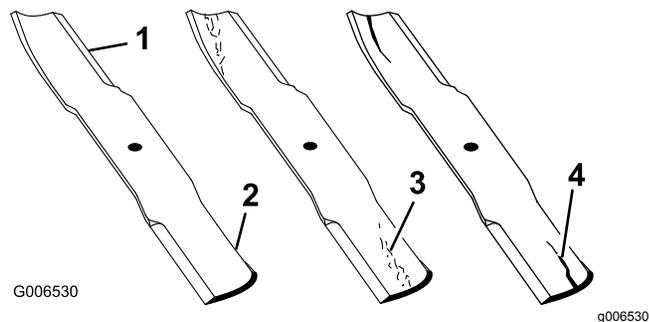

Bild 62
1. Untersuchen Sie die Schnittkanten (Bild 62).
4. Wenn Sie Risse, Verschleiß oder Rillenbildung in diesem Bereich feststellen, sollten Sie sofort ein neues Schnittmesser einbauen (Bild 62).